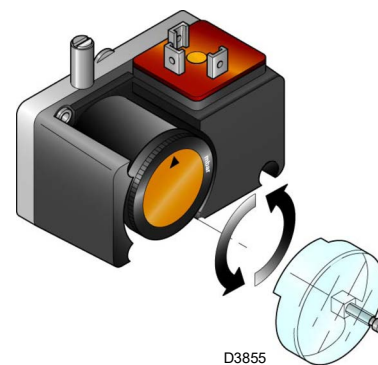

Fig. 30
- Regolare il pressostato per il controllo di tenuta (Kit PVP) (Fig. 30 a pag. 31), se presente, secondo le istruzioni a corredo del kit stesso.
Regolare il pressostato per il controllo di tenuta (kit PVP)(Fig. 30) secondo le istruzioni a corredo del kit stesso.